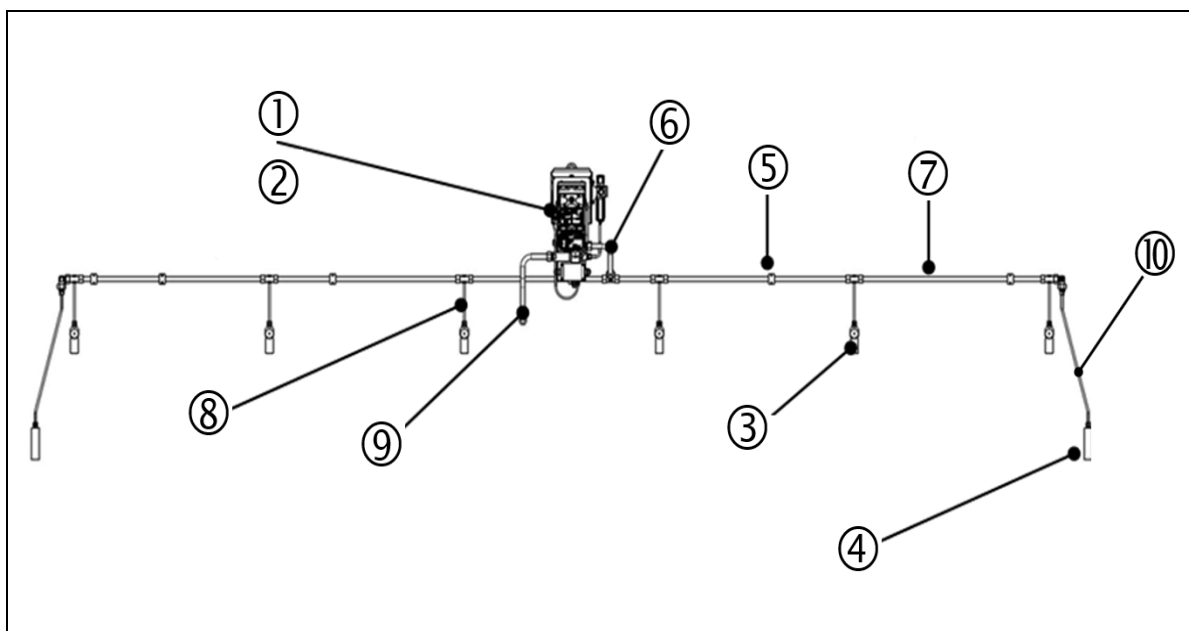
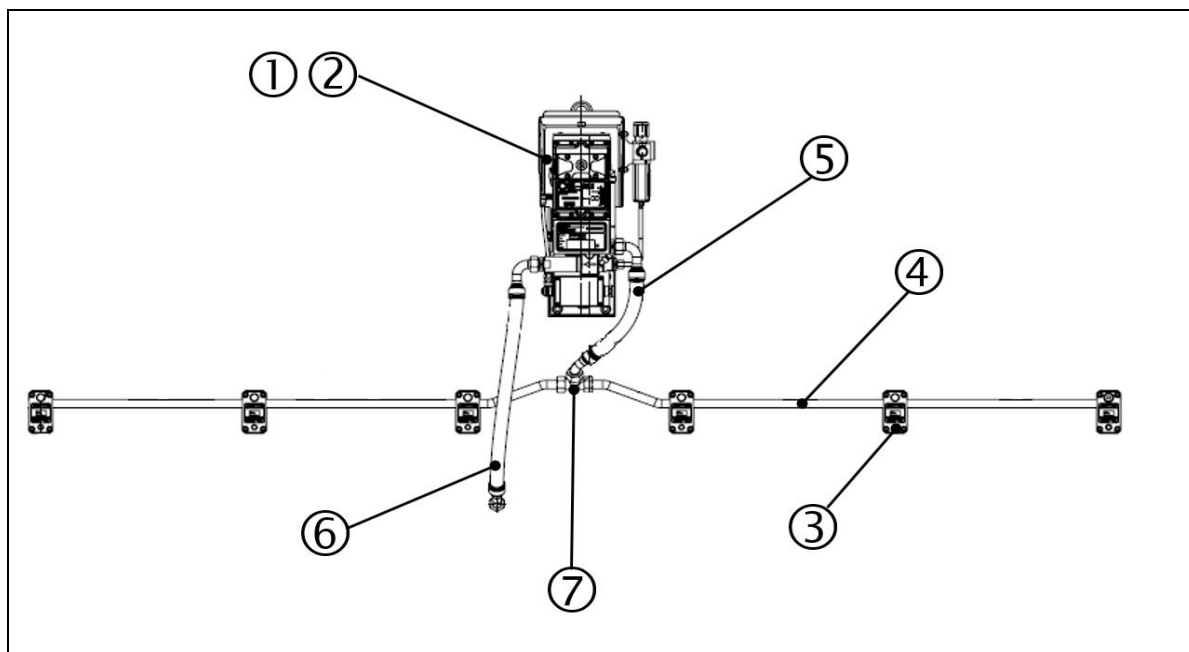

Fig.: 10 : Vista general de los componentes, drenaje estándar, VISATRON® VN2020
Fig.: 11 : Vista general de los componentes, concepto con bloque sifónico, VISATRON® VN2020
El concepto de drenaje con bloque sifónico conforma la alternativa al concepto de drenaje estándar, y se utiliza cuando por motivos de aplicación no es posible utilizar el concepto de drenaje estándar mediante el sifón de tubo (Fig. 10, pos. 4).
El detector de niebla de aceite utiliza el *principio Venturi* para aspirar la atmósfera de niebla de aceite del cárter: Mediante la presión negativa generada por la bomba de chorro de aire Venturi (pos. 6) se aspira en principio la atmósfera con niebla de aceite del cárter a través de las conexiones a la pared del motor (Fig. 10, pos. 3). A continuación, dicha atmósfera llega a través de los tubos colectores (Fig. 10, pos. 7) y el tubo de aspiración (Fig. 10, pos. 6) a la caja de conexiones y, de allí, al canal óptico de medición del cabezal de medición, donde la concentración de niebla de aceite se mide y se evalúa permanentemente. De allí, la atmósfera vuelve al cárter a través del tubo de retorno (Fig. 10, pos. 9).
El bloque sifónico conforma la alternativa a la respectiva conexión a la pared del motor dentro del juego de montaje. De ser necesario, se emplea en lugar de la conexión a la pared del motor (Fig. 11, pos. 3) y se utiliza cuando por motivos de aplicación no es posible utilizar el concepto de drenaje estándar mediante el sifón de tubo (Fig. 10, pos. 4).